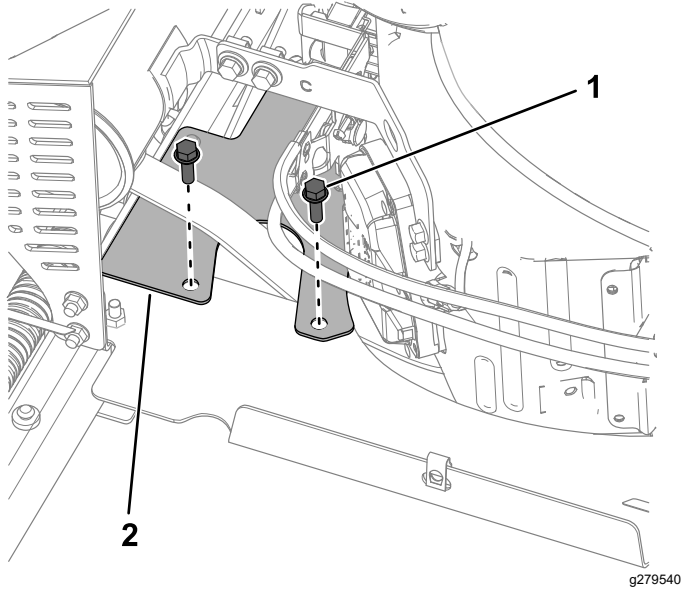

Figura 3
1. Retire os dois parafusos (5/16 pol. x 1 pol.) e proteção da correia (**Figura 3**).